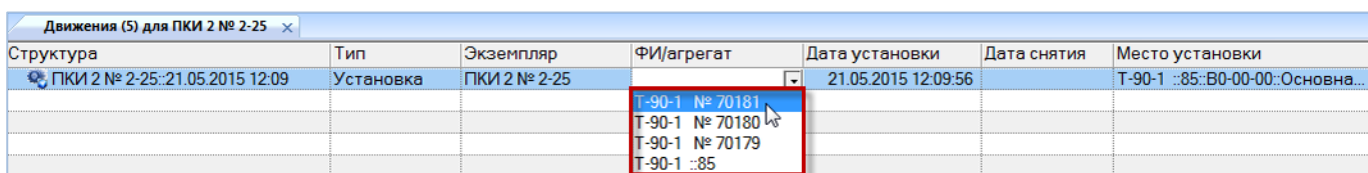

Рис. 23-38 – Выбрать экземпляр вышестоящей сборки
6) В поле «Экземпляр ФИ» выбрать из раскрывшегося списка экземпляр вышестоящей сборки (рис. 23-38).